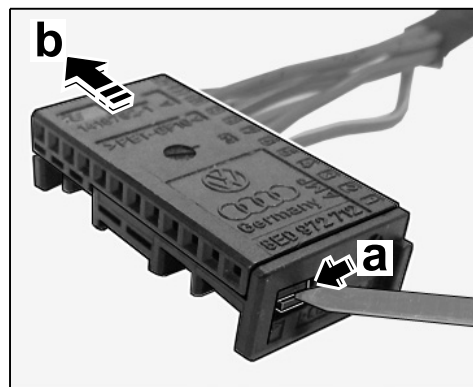

Рис. 12
- 2.2.3 Осторожно прижать вторичный фиксатор “черного” 12-контактного разъема (комплект поставки) ($\Rightarrow$ Рис. 12 -стрелка a-) и сдвинуть корпус гнездовых контактов с держателя разъема ($\Rightarrow$ Рис. 12 -стрелка b-).